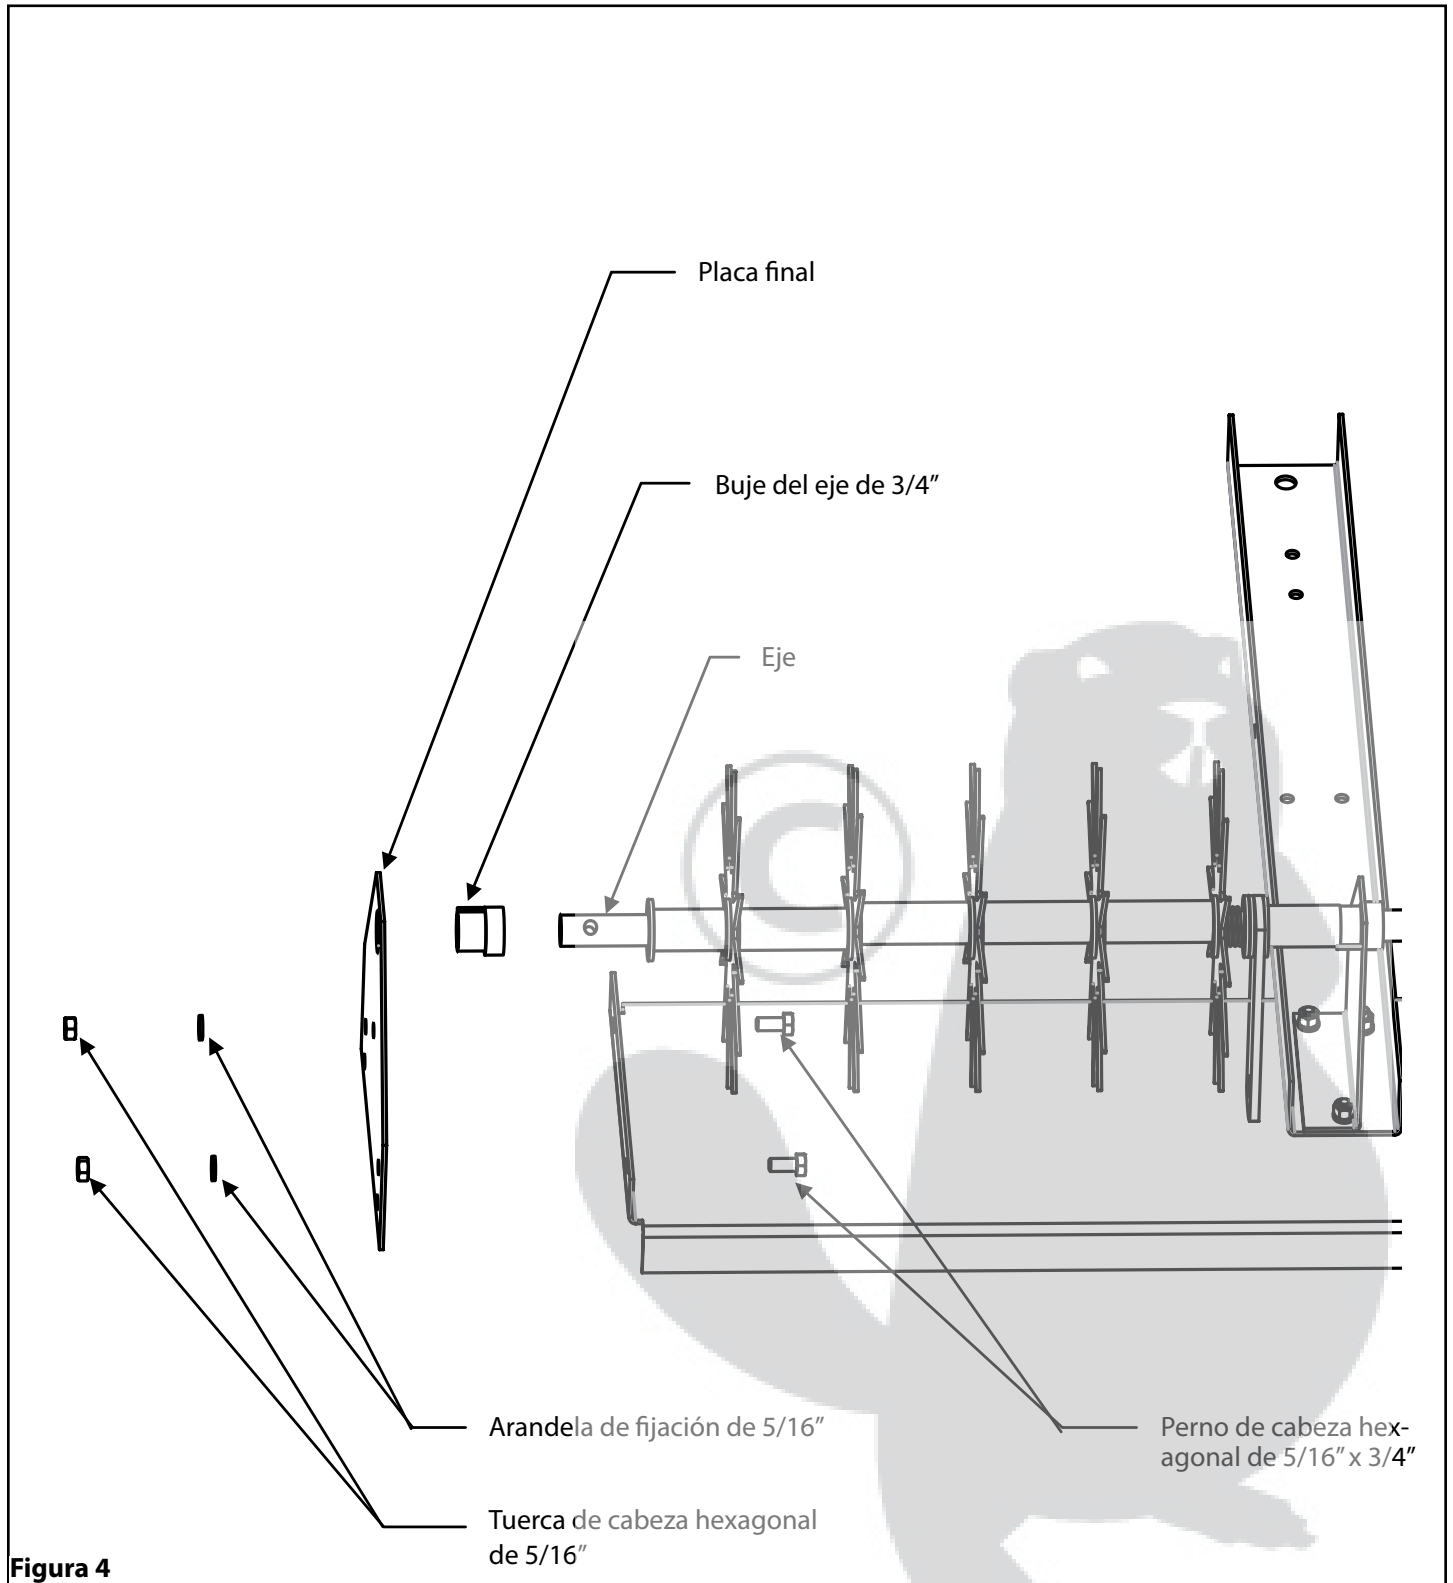

Figura 4
4. Inserte un buje del eje de 3/4" dentro de la placa final sobre el eje. Inserte un perno de cabeza hexagonal de 5/16" x 3/4" en uno de los orificios finales de la placa base. A continuación inserte el perno en los orificios de la placa final, coloque una arandela de fijación de 5/16" sobre el perno, y acople sin apretar una tuerca de cabeza hexagonal de 5/16" sobre el perno en esta ocasión. Repita este proceso en el otro lado. A continuación, alternando atrás y adelante entre los dos pernos, apriete las tuercas. Esto aumentará lentamente la tensión del resorte del eje, hasta que este lado esté apretado y adecuadamente alineado. Ver Figura 4.